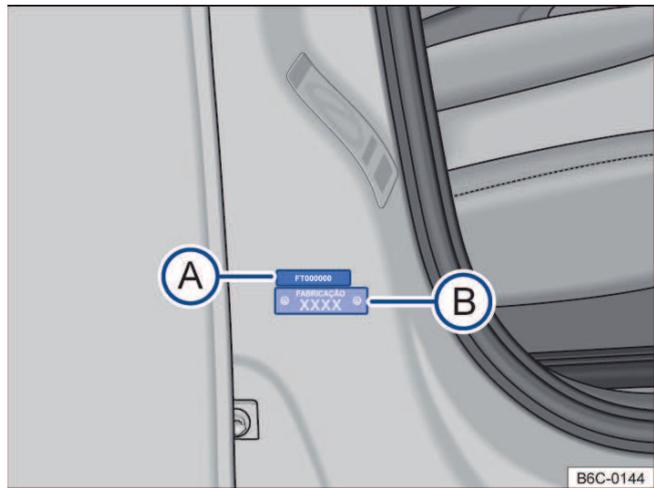

Fig. 174 Na coluna da porta dianteira direita: etiqueta com número de identificação do veículo parcial (A) e etiqueta do ano de fabricação (B).
As etiquetas com o número de identificação do veículo parcial estão localizadas na coluna da porta dianteira direita → Fig. 174 (A) e na coluna da suspensão esquerda. Estas etiquetas são destruídas ao serem removidas. Para chegar ao número de identificação do veículo parcial na coluna da suspensão esquerda, abrir a tampa do compartimento do motor ⚠ → Página 188.
A etiqueta com o número de identificação do ano de fabricação está localizada na coluna da porta dianteira direita → Fig. 174 **B**. Esta etiqueta é destruída ao ser removida.